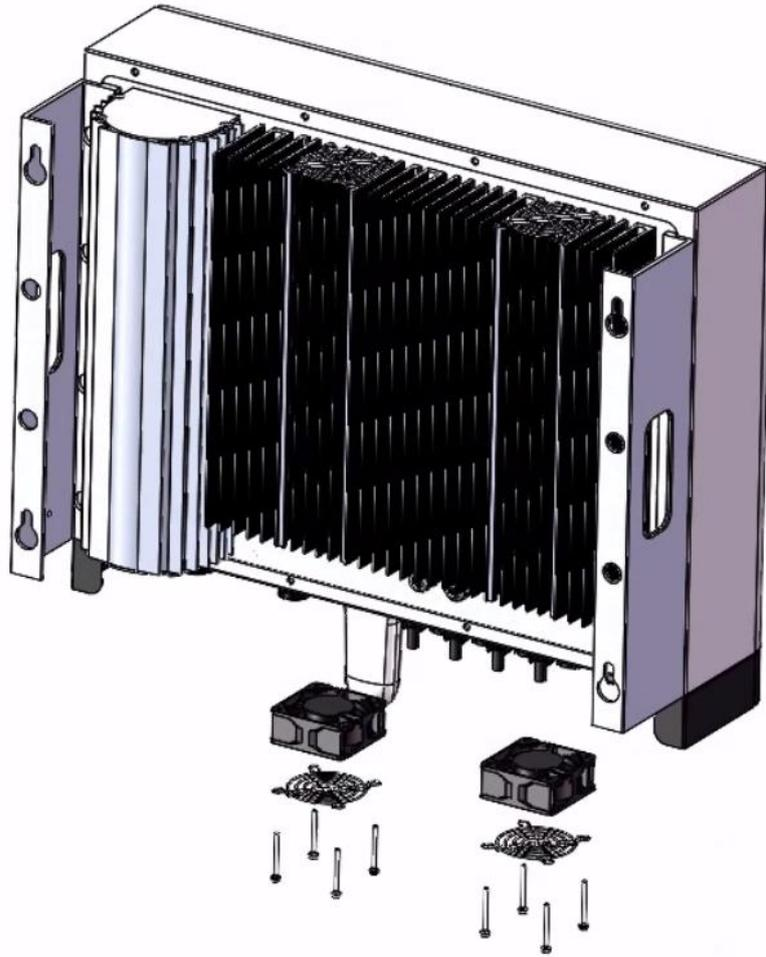

图 7-2 拆下固定风扇的螺丝
**步骤 8** 将风扇取出，清洁风扇或更换坏的风扇，如图 7-2。